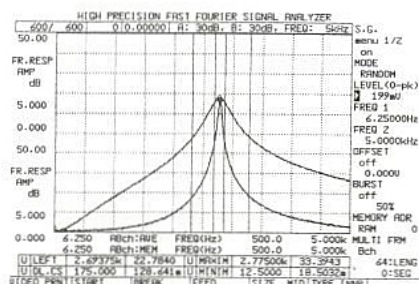

Figure 28 : filtre passe-bande : évolution de la sélectivité en fonction du potentiomètre.
Contrairement à ce qui se passe dans d'autres types de circuits, le module de la fonction de transfert ne tend pas vers zéro si la fréquence tend vers zéro ou l'infini, phénomène dû à la présence des termes p^2 et ω^2 dans l'expression de $H(p)$. On notera aussi que le coefficient de suramplification : $(1 + R_4/R_3)$ est réglable sans problèmes, la sélectivité du filtre étant quant-à-elle ajustable au moyen du potentiomètre (P) qui modifie la valeur du coefficient dans l'expression de $H(p)$. La figure 28 donne les résultats obtenus pour
deux réglages différents du potentiomètre : la variation de sélectivité est suffisamment évidente pour ne pas avoir à insister. Il doit être néanmoins clair que ce système peut devenir instable, puisque le réjecteur lui-même peut l'être, et qu'il existe de ce fait une limite pratique à la sélectivité qui peut être réalisée. Sur la figure 28 les deux curseurs ont été placés à -10 dB du sommet du pic, et donnent des bandes passantes de 975 Hz pour le premier réglage (pas de réaction dans le pied